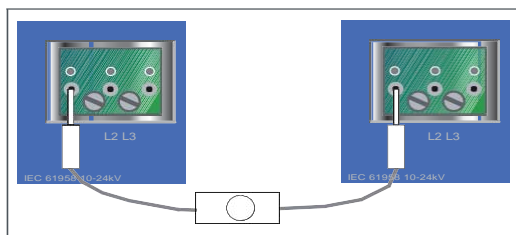

Fig. 9.8
- Vérification de la concordance de phase de deux cellules : raccorder les fiches du phasemètre aux points de branchement de phase identiques de deux appareils VPIS différents (cellules) (Fig. 9.8). Il ne faut pas que l'affichage s'allume. Si les phases ne correspondent pas, vérifier et, si nécessaire, remplacer le raccordement de câble.